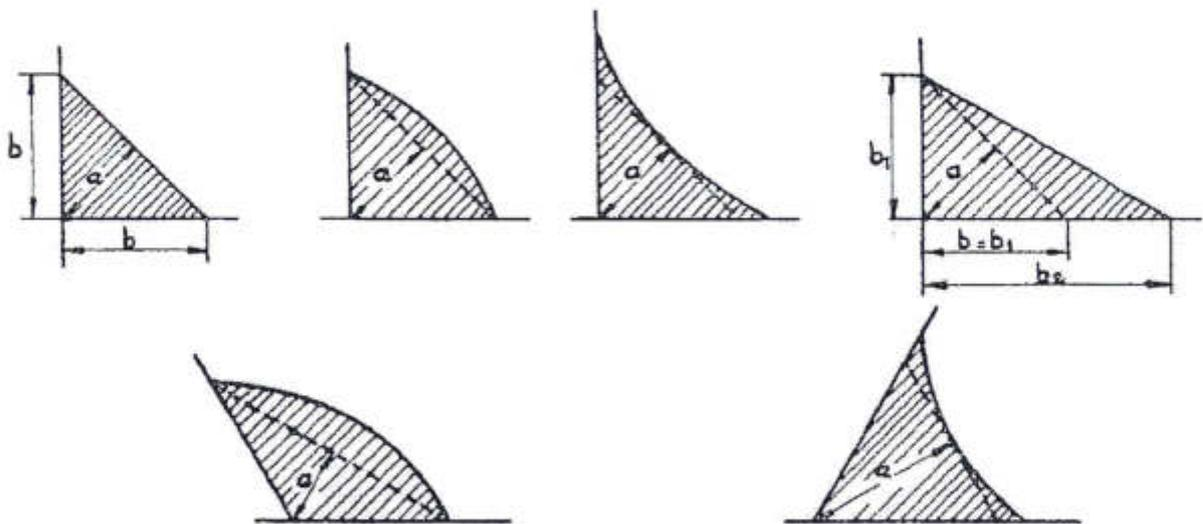

Figure 8 :  $a = hg$  ;  $b = hs$
2) Dans les calculs de joints soudés, on ne tient d'habitude pas compte des débordements tout en supposant que la section de la soudure à la forme d'un triangle isocèle (Figure 8) de hauteur  $hg=a$  (hauteur de gorge). La longueur de la soudure sera notée  $ls$  et la hauteur du cordon sera notée  $hc$ .